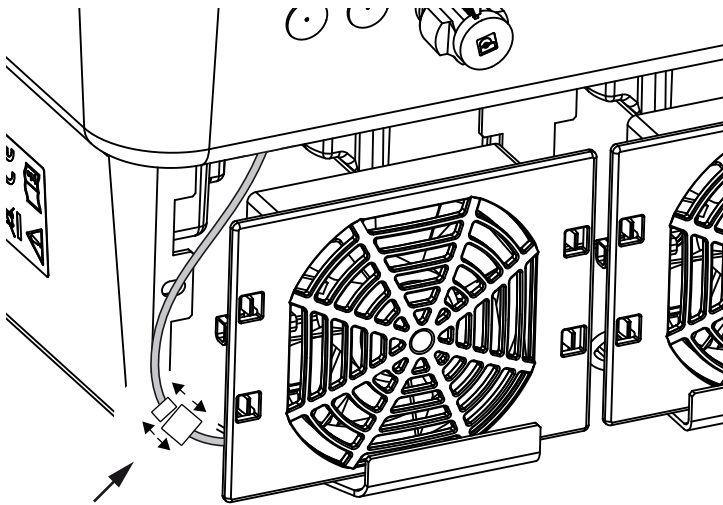

Abb. 54: Lüfterkabel abziehen
4. Lüftereinheit aus dem Gehäuse vollständig herausziehen. Dazu Steckverbindung des Lüfterkabels trennen.  **Abb. 54**